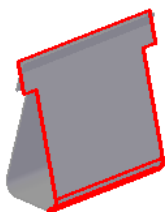
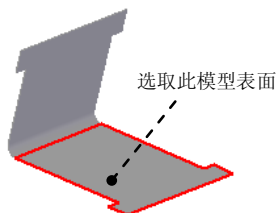
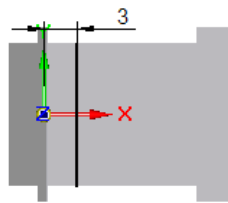

图 4.8.10 折弯特征 2
图 4.8.11 定义草图平面
图 4.8.12 绘制折弯线
(4) 单击 完成 按钮，完成特征的创建。
Step4. 创建图 4.8.10 所示的折弯特征 2。
(1) 选择命令。单击“主页”功能选项卡“钣金”工具栏中的 折弯 按钮。
(2) 绘制折弯线。选取图 4.8.11 所示的模型表面为草图平面，绘制图 4.8.12 所示的折